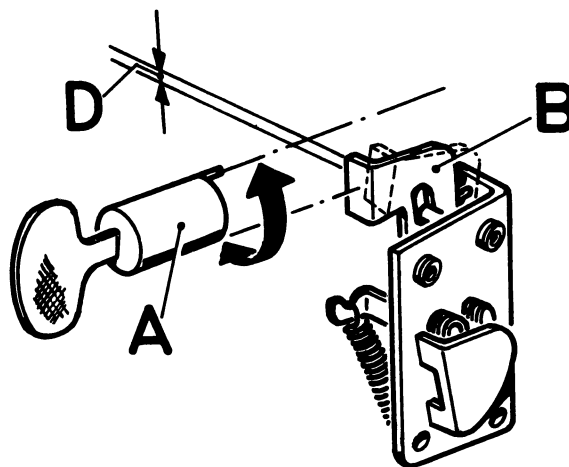

Fig. 58.
Bij sommige F 2600 cabines is het mogelijk gebelken afgesloten portieren zonder sleutel te openen. Bij het met de sleutel op slot draaien van het portier, wordt de pen (A) van het cilinderslot (58) over een halve cirkelboog naar boven gedraaid. Wordt nu het cilinderslot ingedrukt, dan schiet de pen (A) over de lip (B) van het vangslot (59) heen (zoals getekend in fig. 58).
En fermant la porte à clef le tenon (A) du barillet (58) décrit en demi-cercle vers le haut. En enfonçant le barillet, le tenon (A) passe au-dessus de la lèvre (B) de la pène (59) (comme illustré en figure 58).